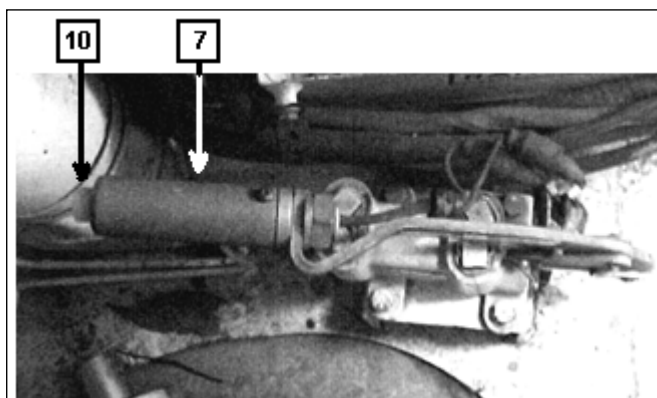

Fig 11-15. Bomba de expurgo
(12) Pressionar o pedal do acelerador (8) por volta de 2/3 a 3/4 do seu percurso e pressionar e segurar o botão de partida (9). Enquanto o motor está
iniciando a partida, pressionar o botão da bomba de expurgo(10) (Fig 11-15) e bombear a alavanca da bomba de expurgo (7). Quando o motor ligar, liberar o botão de partida e proceder como no item 14. Se o motor não ligar depois de 15 segundos da partida, libere o botão de partida e esperar de 3 (três) a 5 (cinco) minutos antes de dar uma nova partida. Se o motor não ligar depois da segunda tentativa, informar ao pessoal da manutenção.